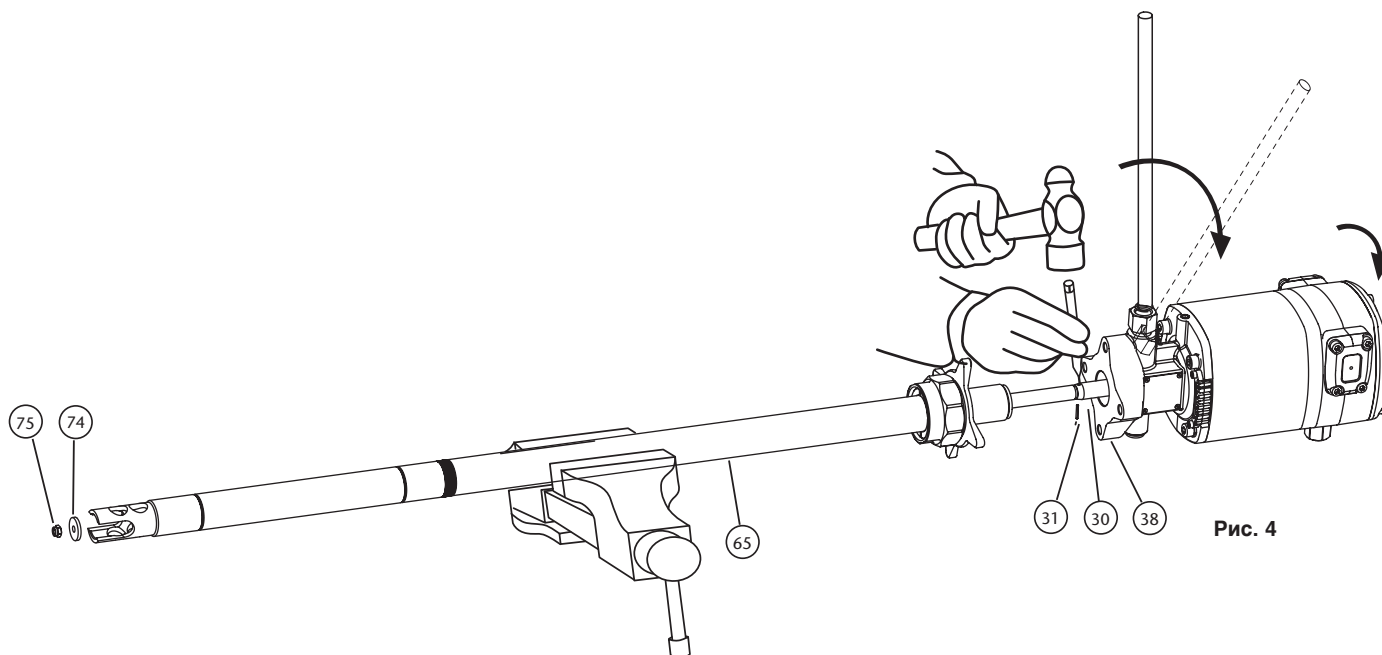

Рис. 4
1. Зафиксировать насос в тисках в горизонтальном положении (Рис. 4). Слегка ударить молотком по верхней трубке (65) рядом с корпусом (38), чтобы разбить закрепитель, нанесенный на резьбу.
2. Отвинтить гайку (75) и снять всасывающий клапан (74).
4. После отвинчивания выдвинуть двигатель так, чтобы стал виден упругий штифт (31), находящийся в штоке (30). С помощью молотка и подходящего борodka выбить штифт (31). В результате двигатель отсоединится.